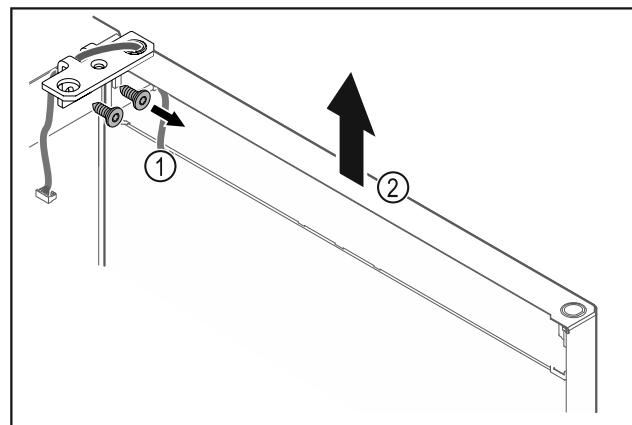

Fig. 15
- ▶ Scharnierwinkel Fig. 15 (1) abschrauben.
- ▶ Tür inklusive Scharnierwinkel Fig. 15 (2) circa 200 mm gerade nach oben heben und abnehmen.